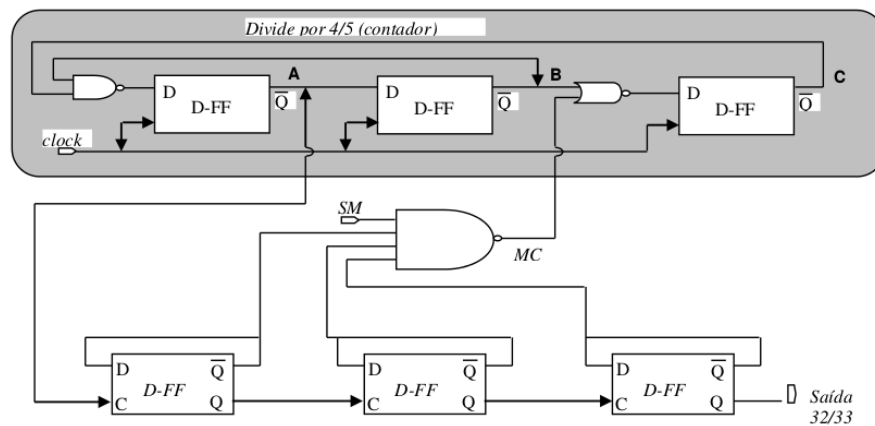

Figura 3: Prescaler 32/33
12. Considere o circuito da **Figura 3** (circuito prescaler).